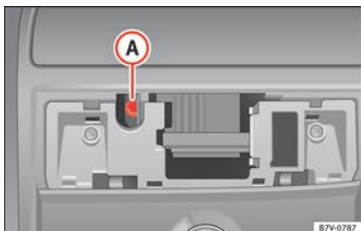

Abb. 16 Innensechskantschraube zum Schließen des Panorama-Schiebedachs.
- Stecken Sie einen handelsüblichen Innensechskantschlüssel¹⁾ der Größe 4 mm in die Innensechskantschraube » Abb. 16 (A).